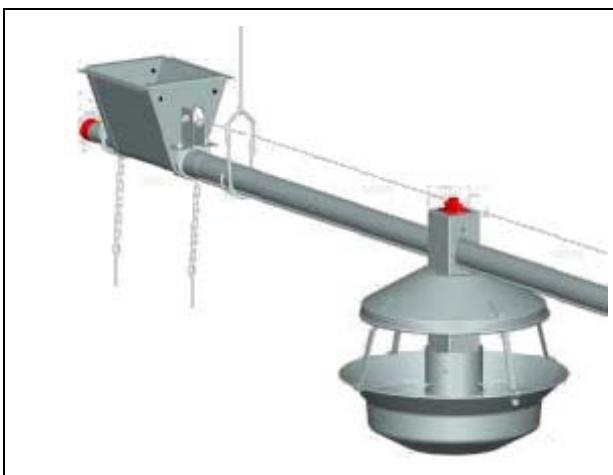

Рисунок 5G
2. Пропустите провод электрошокера через держатель и изоляторы вверху кормопроводов, как показано на Рисунок 5G.